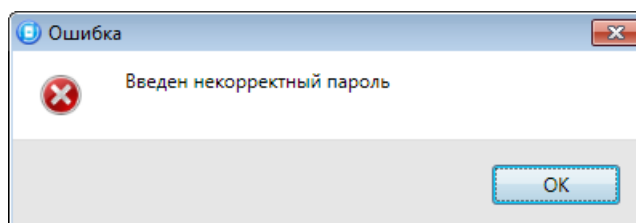

Рис. 5.22. Сообщение об ошибке
**Внимание!** Для регистрации кода или электронного ключа необходимо, чтобы соответствующий способ постановки/снятия (*Электронный ключ / Клавиатура Мираж-КД / STEMAX RFID*) был предварительно выбран на вкладке *Параметры* в раскрывающемся списке *Способ управления постановкой/снятием*. В противном случае ввод не будет принят и появится сообщение об ошибке (Рис. 5.22).